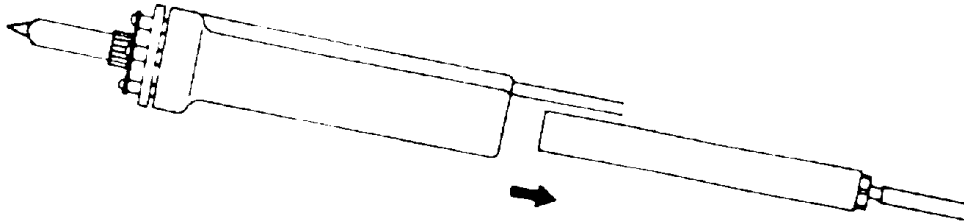

Rys. nr 10
2. Trzymać kolbę w pozycji jak na rys. nr 10. Nacisnąć i obrócić w lewo czerwone pokrętko w tylnej części kolby.